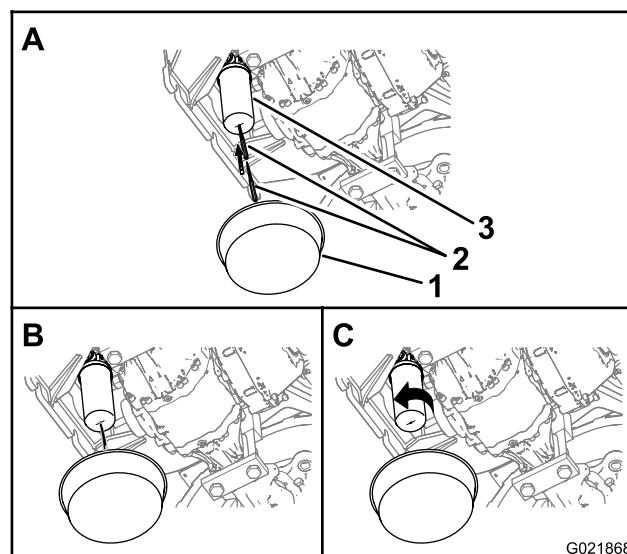

Figure 95
Remarque: Vous pouvez accéder au filtre de retour hydraulique sous l'arrière de la machine (Figure 95).
1. Placez un récipient sous le filtre de retour hydraulique (Figure 95).
2. Percez le fond du filtre de retour hydraulique pour permettre au liquide hydraulique de s'écouler dans le récipient (Figure 95).
3. Tournez le filtre de retour hydraulique dans le sens antihoraire pour le retirer (Figure 95).